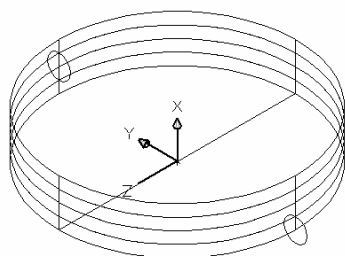

图 9-20
(3)单击【修改】/【三维编辑】/【三维阵列】，将圆柱阵列 4 层，层间距为 10。效果如图 9-20 所示：